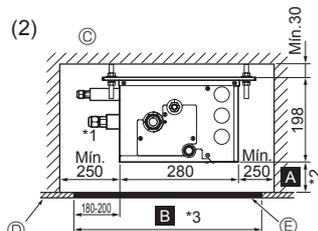
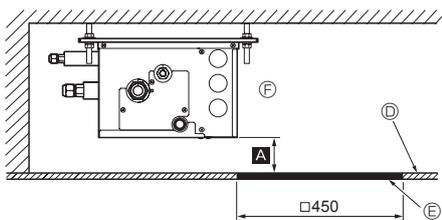

Fig. 4-5
Fig. 4-6
(2) Vista lateral (Fig. 4-5, Fig. 4-6)
En el caso de "□ 450", prepare un orificio de mantenimiento en el lado de la PCB (tal y como se muestra en la Fig. 4-6), y se necesitará "Mín. 300 mm" como distancia Ⓐ.